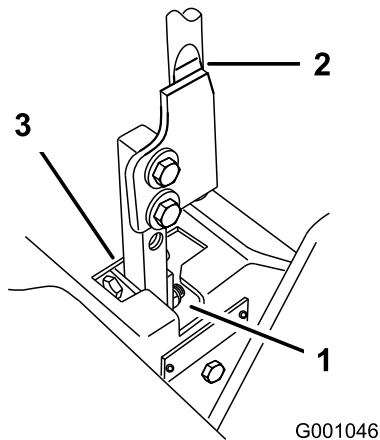

Figura 55
5. Mueva la palanca a la posición de punto muerto, pero no bloqueada (Figura 55).
7. Compruebe la posición de la palanca de control con relación a la muesca de la consola (Figura 55). Debe estar centrada para que la palanca pueda girar hacia fuera a la posición de bloqueo/punto muerto.